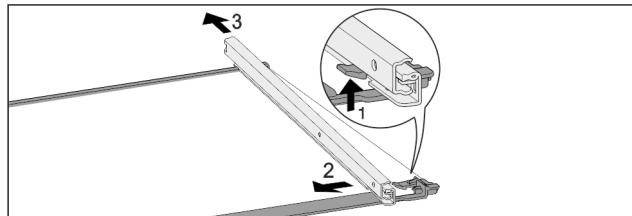

Fig. 125 Steklena plošča z vodili
- Sprednji zaskočni kaveljček potisnite navzgor. Fig. 125 (1)
- Izvlečno vodilo potisnite Fig. 125 (2) na stran Fig. 125 (3) in nazaj.